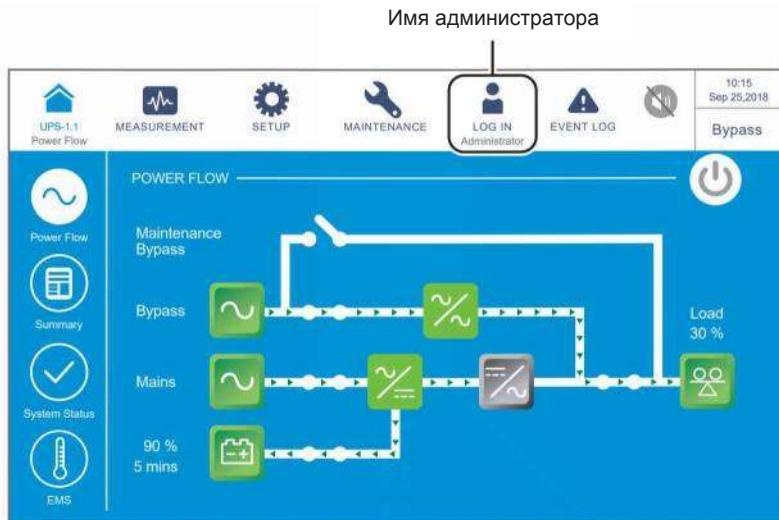

Рисунок 6-65: Экран байпасного режима и имя администратора
- 4 Войдите в систему как **Администратор**. Для получения пароля **Администратора** свяжитесь с персоналом по техническому обслуживанию. После входа в систему убедитесь, что вход произошел под именем **Администратора** (см. *Рисунок 6-65*).